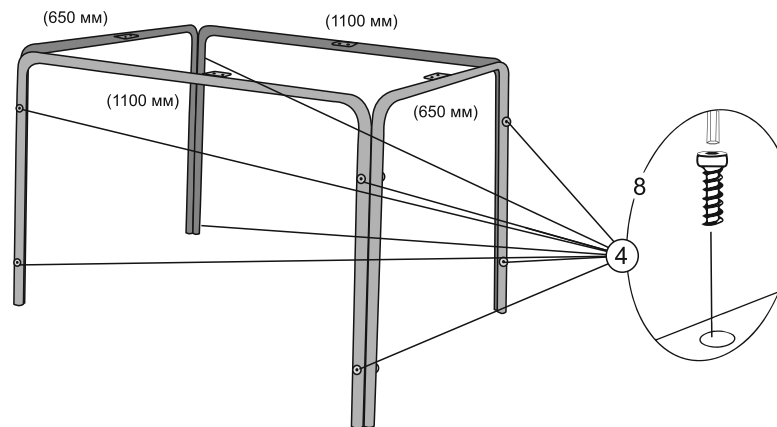

рис. 2
- 1) Соединить ножки каркаса (№1,2) между собой наживив все винты (№6) на гайки Эриксона (№7), НЕ ЗАТЯГИВАТЬ (Рис.2).